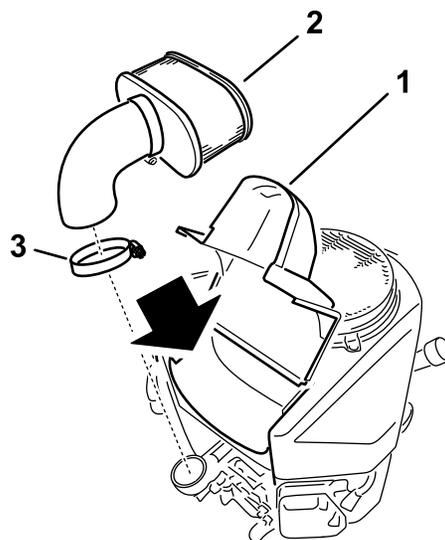

Figure 31
4. Desserrez le collier de flexible et retirez l'élément en papier (Figure 31).